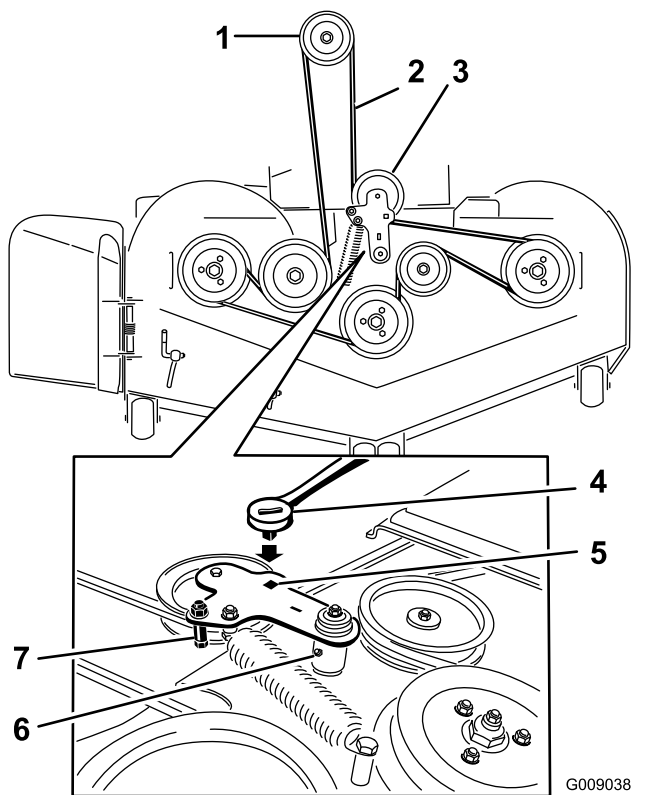

Figure 93
- Insérez un rochet dans le trou carré du bras de tension pour détendre le ressort de la poulie de tension (Figure 93).
- Enlevez le guide-courroie situé sur le bras de la poulie de tension rappelé par ressort (Figure 93).
- Acheminez la courroie neuve autour des poulies du tablier de coupe et de la poulie d'embrayage, sous le moteur (Figure 93).
- Montez le guide-courroie sur le bras de la poulie tension (Figure 93).
- Insérez le rochet dans le trou carré et montez le ressort de la poulie de tension (Figure 93).